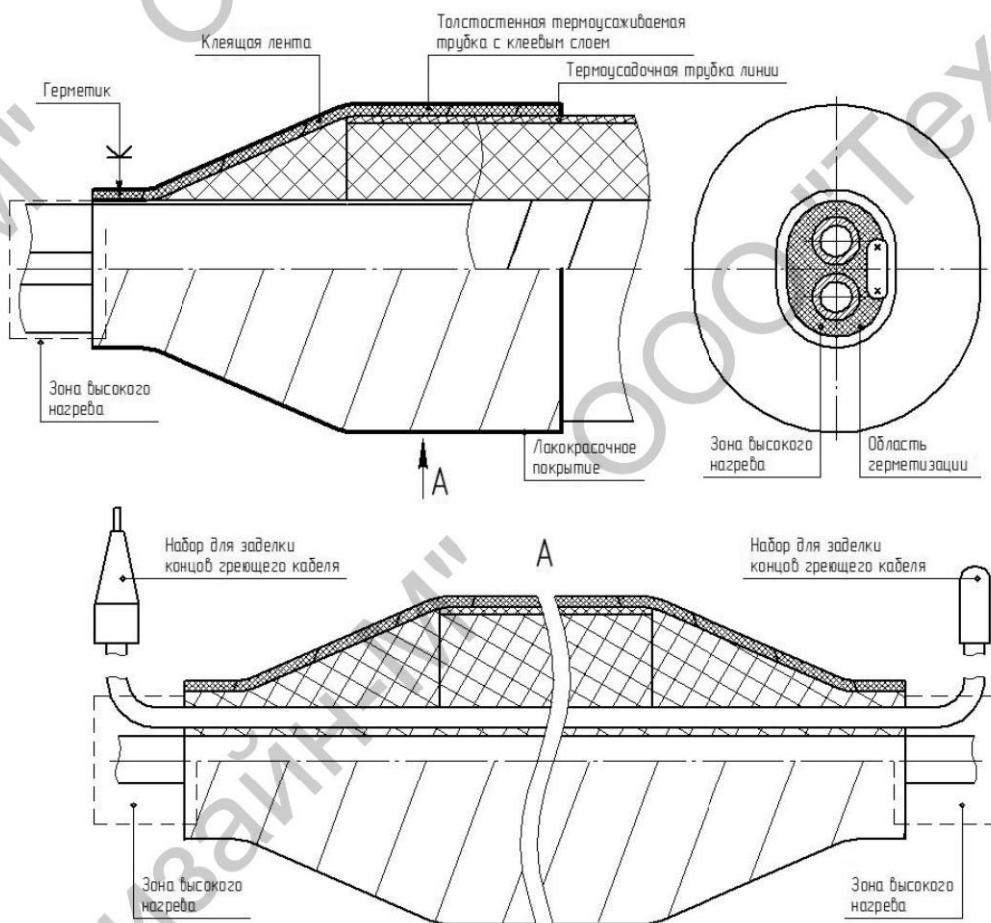

Рисунок 9 - Монтаж комплекта ТДМ-ТИЛ-Э-Ex-КЗиГКЛ с использованием клеящих лент.
- Конец линии зачистить от внешнего слоя изоляции из базальтовых шнуров на необходимую для монтажа величину (см. рисунок 9).